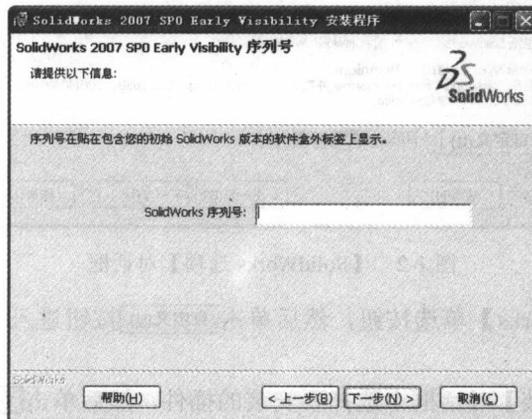

图 1-5 【SolidWorks 2007 SPO Early Visibility 序列号】对话框
(5) 设定好 SolidWorks 2007 与共同数据文件夹的安装路径，然后单击 **下一步(N) >** 按钮进入【SolidWorks 2007 SPO Early Visibility 序列号】对话框，如图 1-5 所示。